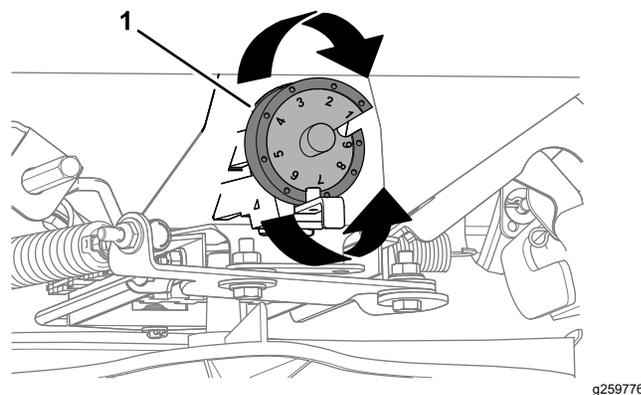

Figure 22
5. Tournez la came de dosage (Figure 22) à la position de réglage déterminée à l'opération 4.